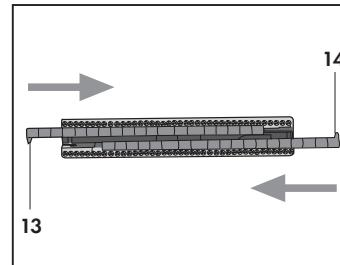
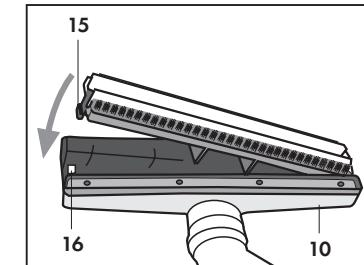

Fig. 16
Fig. 17
- Telaio con i listelli rigidi (12), per moquette e tappeti. (**Fig.16**)
Per il montaggio dei listelli rigidi (12) per moquette e tappeti sul telaio setolato, inserire nelle apposite guide i listelli con le lingue (13 e 14) rivolte all'interno (**Fig.16**). Per applicare alla parte universale (10) il telaio con i listelli è sufficiente appoggiare la prima alla seconda e premere sino all'aggancio della levetta (15) posta sulla spazzola nell'apposita fessura (16) sulla parte universale (10). (**Fig.17**)